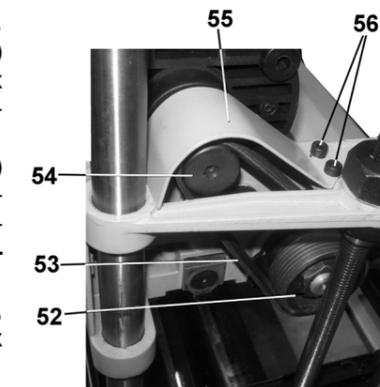

Рис. 15
12.7. Замена ремня передачи, Рис. 15;16.
12.8. Замена щёток электродвигателя, Рис. 15,16.